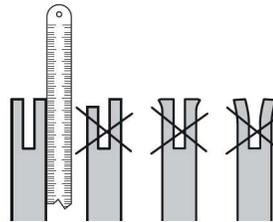

Fig. 49
- > Compruebe el desgaste del carril de la barra guía: Sujete una regla (recta) contra el lado de la barra guía y las "placas laterales del cortador". Si no hay espacio entre la regla y la barra guía, el carril de la barra guía es normal. Si hay espacio (regla al ras de la barra guía) el carril de la barra guía se desgastó y necesita sustituirse por uno nuevo del mismo tipo (Fig. 49).
- > Gire la barra guía 180° para permitir un desgaste uniforme, alargando así la vida útil de la barra guía (4).
- > Vuelva a colocar la cadena de sierra (3) y la barra guía (4) como se describe en "Ensamblaje".